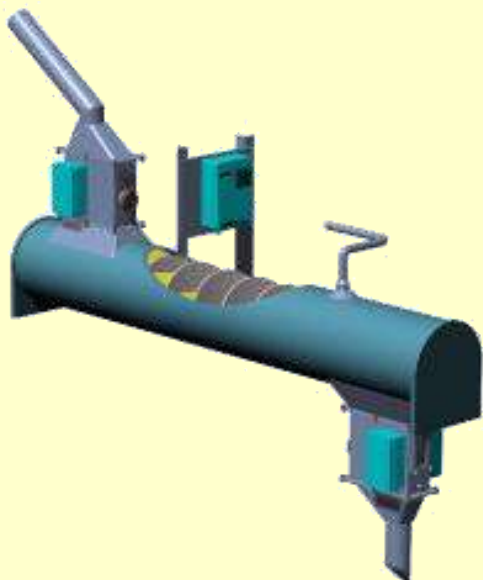

Рис. 4.2. Пример установки блока сенсоров на увлажнителе зерна (БШУ)
На противоположных стенках измерительной секции соосно выполнены фторопластовые радиопрозрачные окна, на которых смонтированы рупорные антенны с СВЧ генератором и СВЧ детектором. Кроме этого, в стенке измерительной секции выполнено отверстие для датчика температуры, который размещен в одном пластиковом корпусе с БГ. На боковой стенке измерительной секции (14) закреплен электродвигатель (8) с редуктором (9), который приводит в движение шнековый толкатель (13). Шнековый толкатель непрерывно производит выгрузку контролируемого материала из измерительного пространства, скорость разгрузки не должна превышать скорость естественного заполнения. Для визуального контроля боковая стенка измерительной секции оснащена смотровым окном (10). Легкосъемная конструкция боковой стенки (14) обеспечивает доступ внутрь измерительного пространства для очистки при его закупорке контролируемым материалом. Верхняя задвижка измерительной секции (11) позволяет перекрыть доступ контролируемого материала в измерительное пространство, когда требуется произвести обслуживание блока без остановки производственного процесса. Пример установки блока в механизме увлажнения зерна приведен на рис. 4.2.